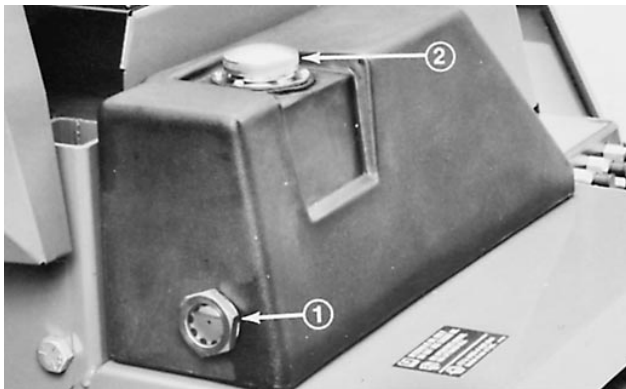

Figure 6
1. Vérifier le niveau de liquide hydraulique chaque jour sur le viseur transparent à l'arrière du réservoir (Fig. 6). Lorsque l'huile est froide, le niveau n'atteint pas tout à fait le centre du viseur ; il doit atteindre le milieu du viseur lorsque l'huile est chaude.
2. Si le niveau est bas, faire l'appoint avec l'une des huiles préconisées (Fig. 6).